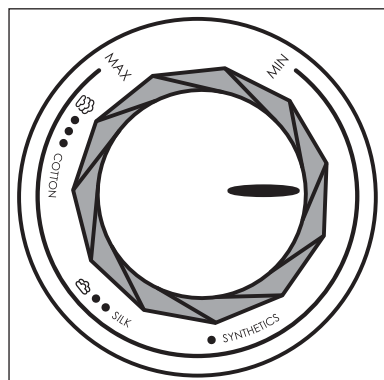

Bild 2
- 3) Ställ in önskad temperatur med temperaturreglaget 6 (se tabell nedan och bild 2).